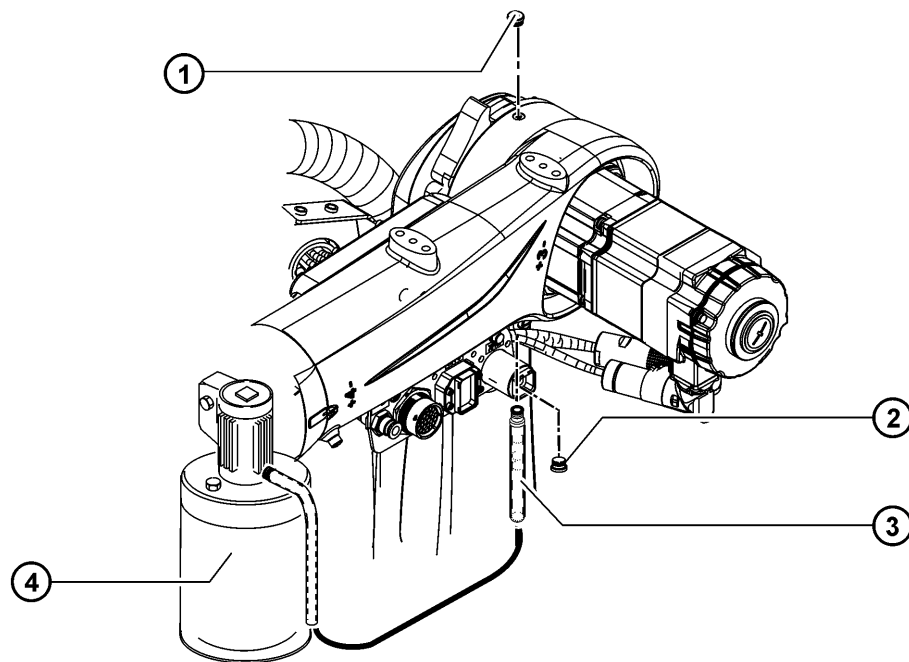

Fig. 9-7: Remplir d'huile pour réducteur de l'axe 3
1. Amener le bras en position horizontale et bloquer le robot (>>> Fig. 9-7).